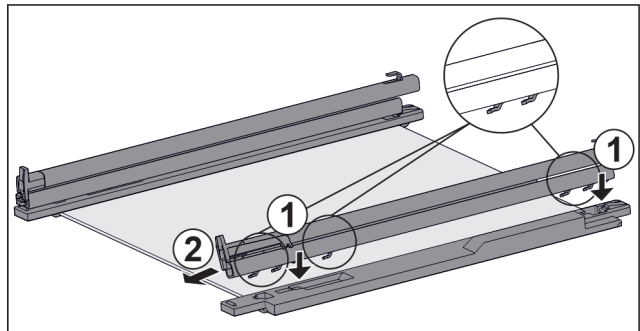

Fig. 131 Placă de sticlă cu șine și piese de fixare
- ▶ Așezați cârligele șinei pe deschiderile piesei de fixare din **stânga**. Fig. 131 (1)
- ▶ Trageți șina în față. Fig. 131 (2)
- ▶ Așezați cârligele șinei pe deschiderile piesei de fixare din **dreapta**. Fig. 131 (1)